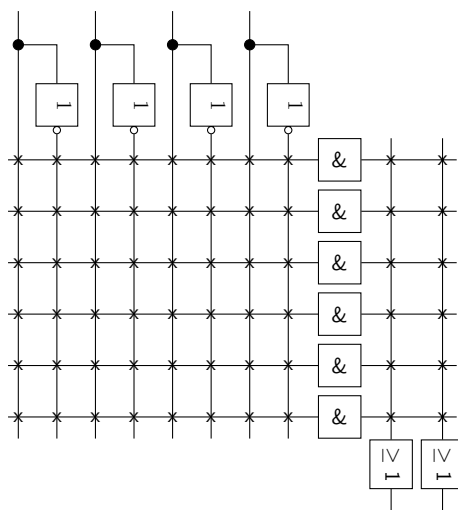

Abbildung 5: PLA-Struktur zur Implementierung von  $y_1$  und  $y_2$
- (b) Die beiden Funktionen sollen nun möglichst effizient in ein gegebenes PLA eingetragen werden (siehe Abbildung 5). Minimieren Sie  $y_1$  und  $y_2$  entsprechend und geben sie die ermittelten minimalen Funktionen als DNF an.